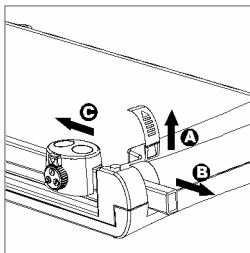

Fig. 8
- 1 Retirez de la base le cache situé à l'extrémité du rail de guidage (Fig. 8, A), tirez-le vers le haut.
- 2 Retirez le rail de la base (Fig. 8, B).
- 3 Pour ce faire, retirez la tête de coupe du rail (Fig. 8, C).